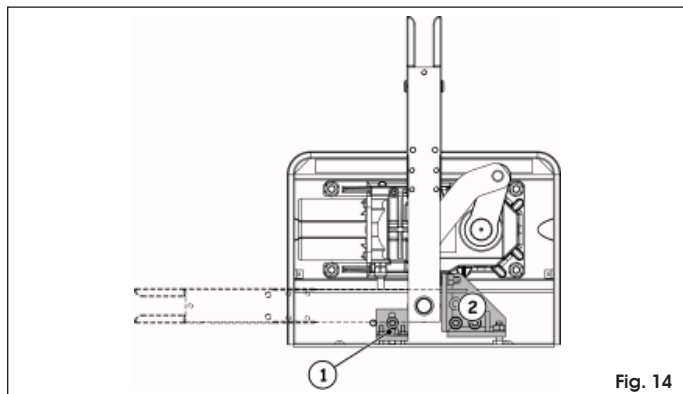

Fig. 14
neel) voor het openen (Fig. 14 ref. ①) en het sluiten (Fig. 14 ref. ②)